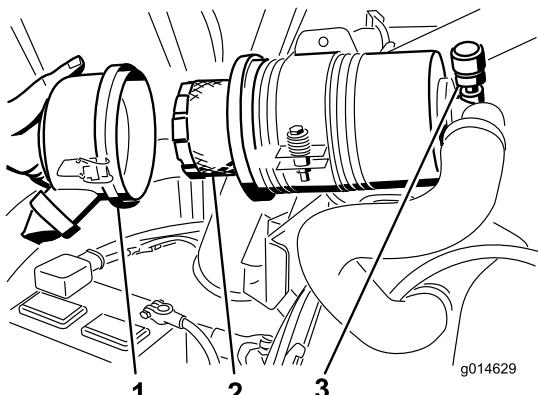

Рисунок 62
- Снимите и замените фильтр (Рисунок 62).